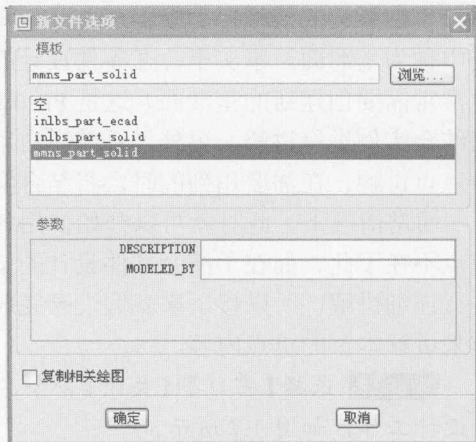

图 1.5 【新文件选项】对话框
STEP 03 在【新建】对话框中单击【确定】按钮时,系统会弹出一个新对话框让用户选择合适的模板,如图 1.5 所示。